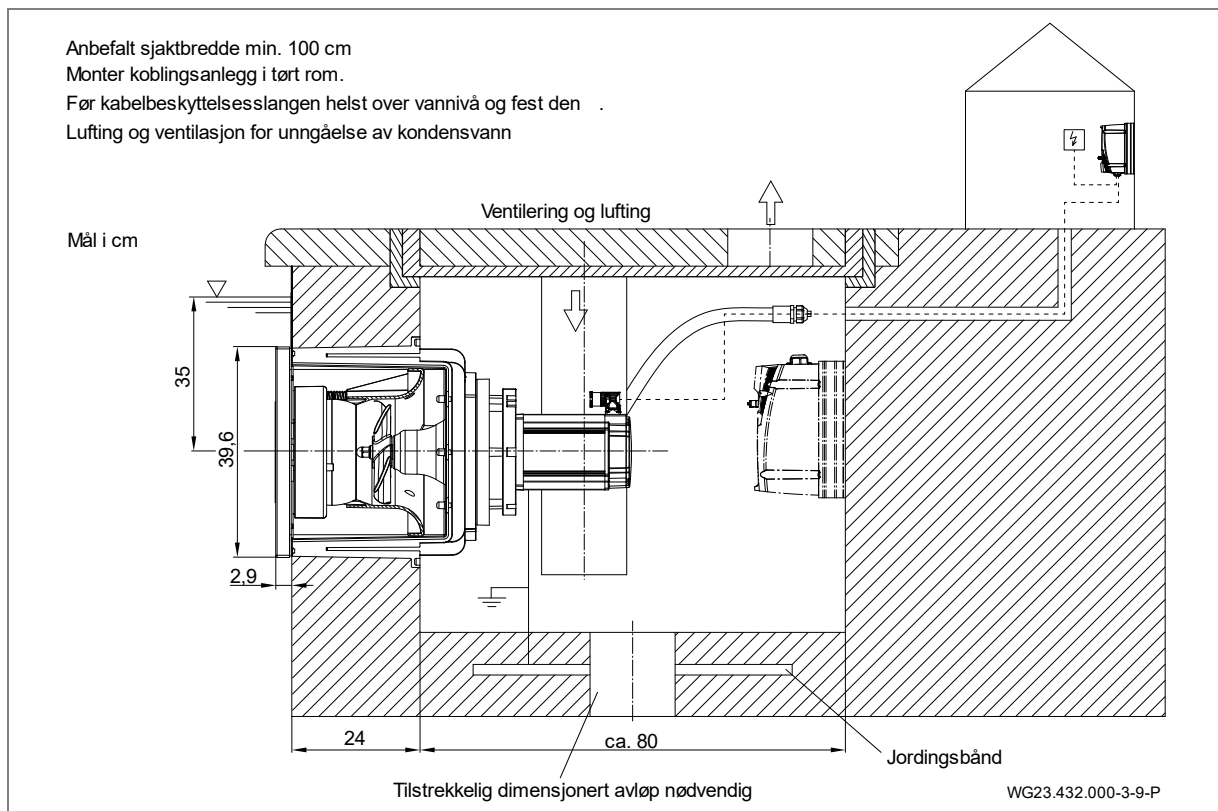

Fig. 17
1. Avfett tilkoblingsstussen (d, (Fig. 17)) på plashuset (1) og tilkoblingsbøssingen på kabelbeskyttelsesslangen (12) med PVC-U/ABS-rengjøringsmiddel.
Anlegget skal anbringes i en sjakt som grenser til bassengkanten. I oppstillingsrommet må det finnes en lytefri lufting og ventilasjon og et tilstrekkelig gulvavløp. En festemulighet for kabelbeskyttelsesslangen (helst over vannivå) må finnes. I sjakten må det finnes en tilkobling for en potensialutjevning. Se "Fig. 17" side 21.